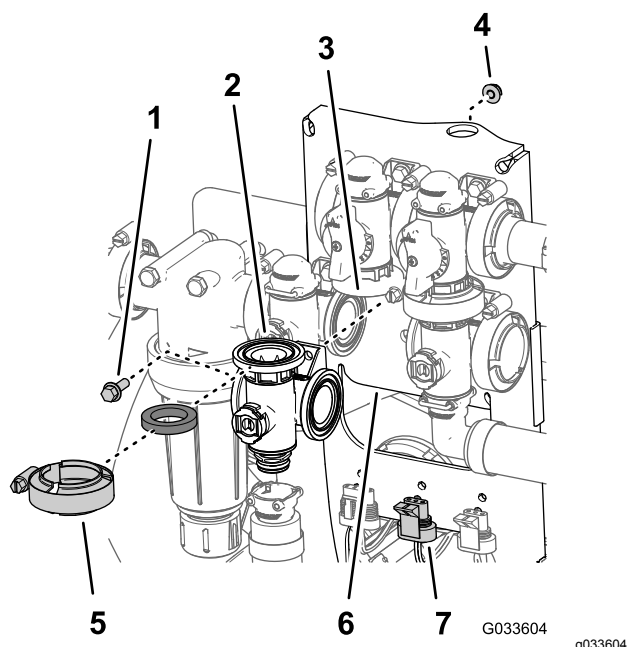

Figura 124
1. Alinhe a flange do coletor da válvula de agitação, uma junta e a flange da válvula de derivação da agitação (Figura 124).
- Monte a válvula de agitação na montagem da válvula com o parafuso de cabeça flangeada e porca de bloqueio flangeada (Figura 124) que removeu no passo 3 de Remoção da válvula do coletor de agitação \(página 81\) e aperte a porca e parafuso com 10 a 12 N·m.